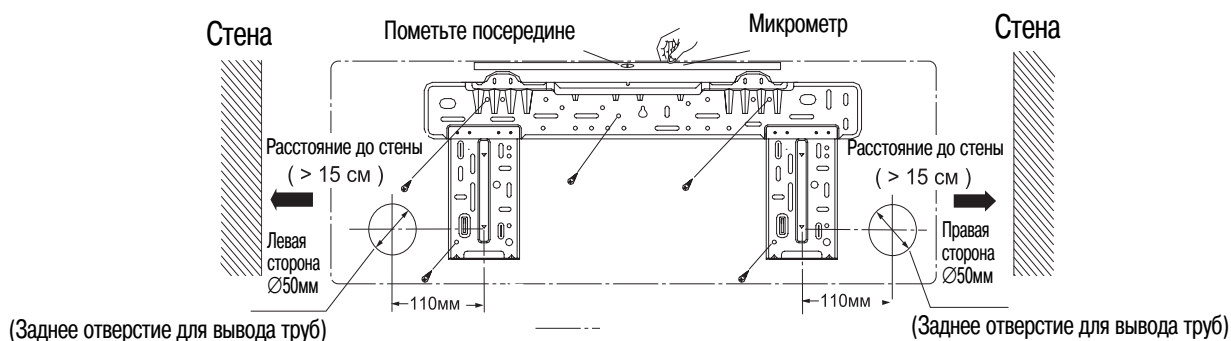

Рис. 11
1. Определите горизонт при помощи отвеса или горизонтального измерения. Поскольку отверстие для подсоединения сливной трубы находится на правой стороне, при установке панели ее правая сторона должна находиться чуть ниже (рис. 11).